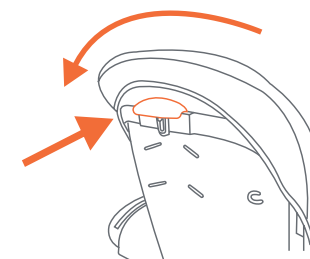

Fig. 12
- 12) • Presione la palanca de reclinación en la parte posterior del asiento y ajuste en la posición que desee, ya sea reclinable o erguida (Fig. 12).